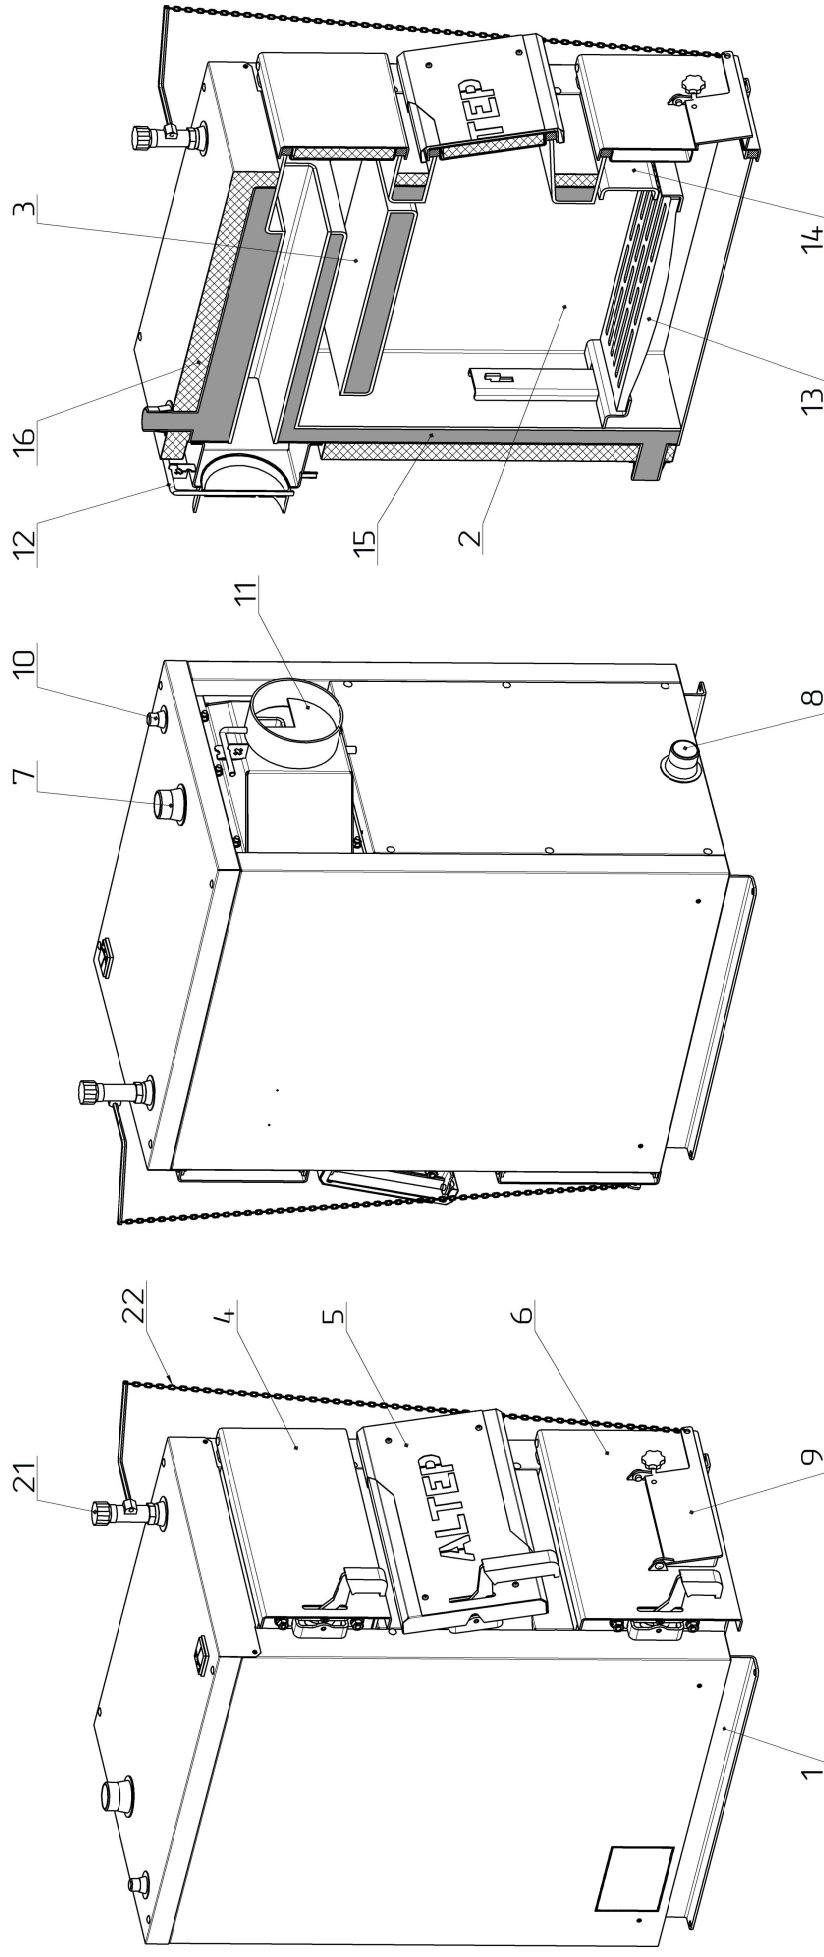

Рисунок 2 – Основні елементи котла Alter-Compact
Конструктивно котел являє собою збірно-зварену конструкцію, що складається з корпусу (поз. 1, рис. 2) з камерою згоряння (топкою) (поз. 2, рис. 2). Конвекційна частина котла складається з двоходового теплообмінника (поз. 3, рис. 2), який розташований безпосередньо над топкою.
Корпус котла виконаний в формі паралелепіпеду з подвійними стінками, які розділені водними перегородками (поз. 15, рис. 2). На зовнішній поверхні корпусу під декоративною обшивкою закріплена теплова ізоляція. (поз. 16, рис. 2).
Паливо для процесу спалення завантажується на колосникові ґрати (поз. 13, рис. 2) крізь завантажувальні дверцята (поз. 5, рис. 2). Згоряння палива в топці відбувається за участю повітря, яке постачається крізь вікно клапана подачі повітря (поз. 9, рис. 2), що закривається кришкою, під колосникові ґрати. Кількість повітря, необхідного для процесу згоряння, регулюється механічним регулятором тяги (поз. 17, рис. 2), який шляхом натягу або послаблення ланцюга (поз. 18, рис. 2) керує положенням кришки клапана. ***Регулятор тяги не входить до комплекту поставки котла.***
Підведення і відведення теплоносія здійснюється відповідно через патрубки зворотної мережної води (поз. 8, рис. 2) і прямої мережної води (поз. 7, рис. 2).
Топочні гази виходять у димохід крізь боров (поз. 11, рис. 2), розташований у задній частині котла. Боров обладнано вбудованим дросельним клапаном продуктів згоряння – шибером (поз. 12, рис. 2). У випадку надто високої тяги у димоході шибер дає можливість її знизити шляхом часткового перекривання вихідного отвору борова.
У верхній частині корпусу котла розташований штуцер для встановлення запобіжного клапана котла (поз. 10, рис. 2).
Ревізійний дверцята (поз. 6, рис. 2), що розташовані на передній стінці котла, необхідні для періодичного чищення колосникових ґрат, а також для можливості спорожнення підколосникової зони.
Для можливості періодичного обслуговування (чищення) теплообмінника передбачені дверцята поз. 4 (рис. 2).
Боров котла обладнано вбудованим дросельним клапаном продуктів згоряння – шибером (поз. 12, рис. 2), за допомогою якого можна регулювати величину тяги в димоході.
Приєднання котла до опалювальної системи необхідно здійснювати за допомогою муфт або фланців. Трубопровід прямої мережної води потрібно приєднати до патрубку прямої мережної води (поз. 7, рис. 2). Трубопровід зворотної мережної води потрібно приєднати до патрубку зворотної мережної води (поз. 8, рис. 2).
Регулятор тяги (поз. 17, рис. 2) необхідно приєднати до патрубка з внутрішньою різьбою, який знаходиться у верхній частині корпусу котла (див. рис. 2). Різьбове з'єднання при цьому потрібно ущільнити. Регулятор повернути таким чином, щоб наконечник для закріплення шестигранного важеля (з комплекту регулятора) був направлений вперед.
На місце пластикової захисної трубки необхідно вставити шестигранний важіль стороною без отвору. Для фіксації важеля необхідно затягнути гвинт. При цьому вільний кінець важеля повинен знаходитися над отвором у кришці клапана подачі повітря поз. 9 (рис. 2), а його плече повинно бути якнайближче до горизонтального положення.
9.1.1 Провести завантажування палива в топку котла. Для цього відкрити завантажувальні дверцята (поз. 5, рис. 2) та укласти на колосникові ґрати (поз. 13, рис. 2) шар палива до меж нижньої кромки завантажувальних дверцят. На укладений шар палива розмістити розпалювальний матеріал: папір, тріски, дрова (у переліченій послідовності). Повністю відкрити шибер (поз. 12, рис. 2) на борові котла.
9.1.3 Кнопкою на регуляторі тяги (поз. 17, рис. 2) встановити «60 °С». Відлік температури здійснювати по червоній шкалі.
9.1.4 Коли температура теплоносія дійде до 60 °С, через декілька хвилин відкоригувати підвіску ланцюжка таким чином, щоб кришка клапана подачі повітря (поз. 9, рис. 2) залишалась відкритою на 1-2 мм.